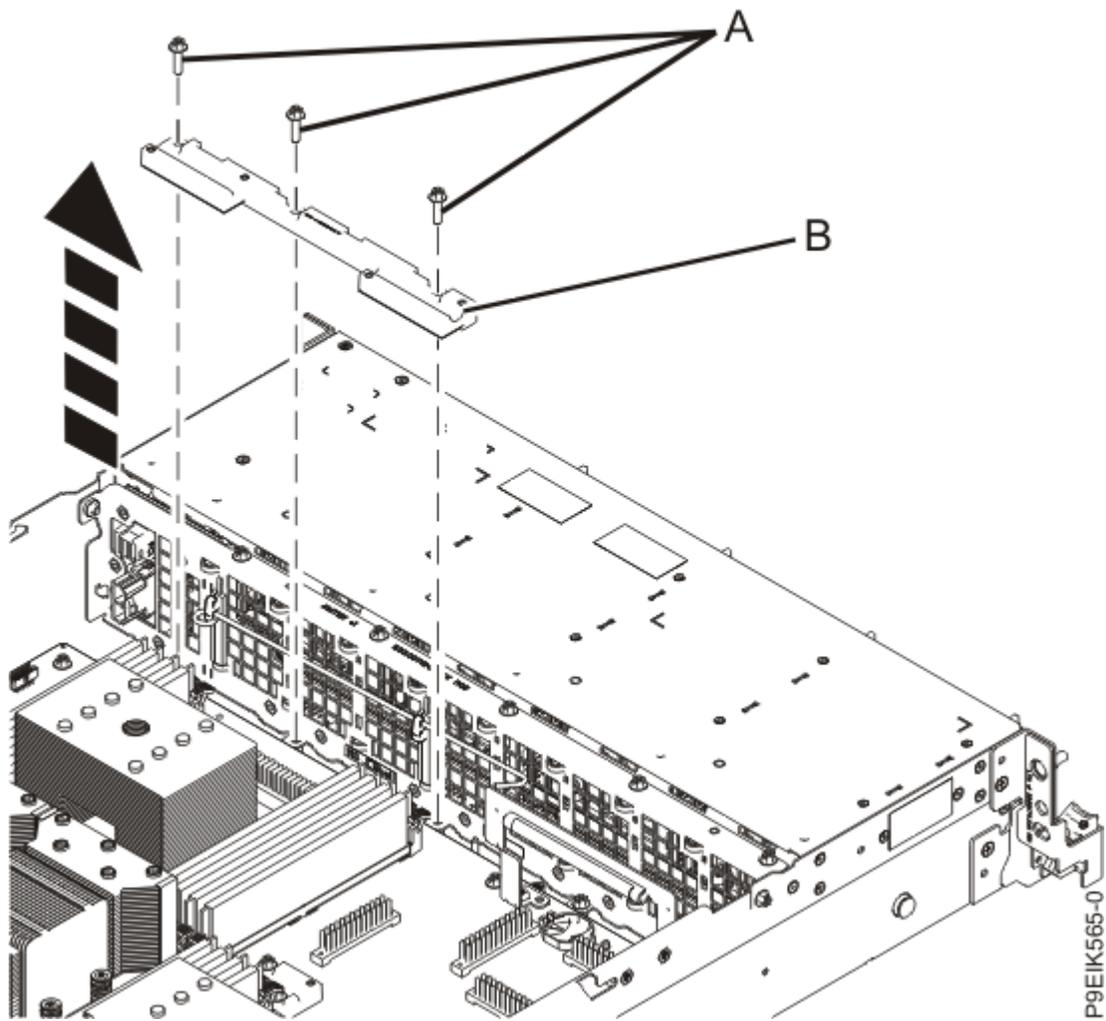

Figure 8. Retrait de la pince avant
7. Retirez les trois vis **(A)** qui permettent de fixer la pince **(B)** au système, comme illustré dans la Figure 8, à la page 15. Retirez ensuite la pince du système.